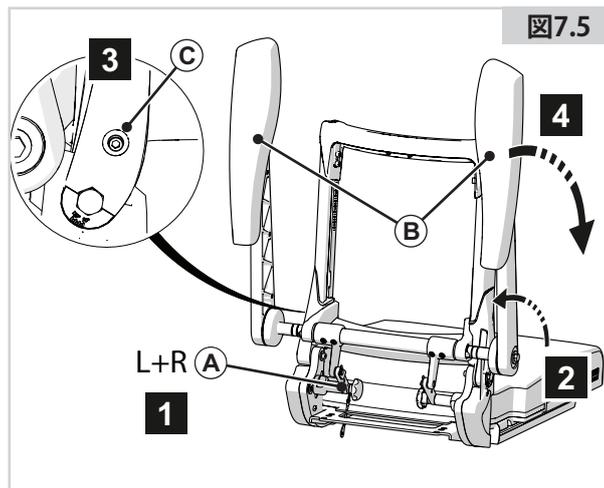

図7.5
7.4 リクライニングアームレスト付きのバックレストを折りたたむ (図7.5)